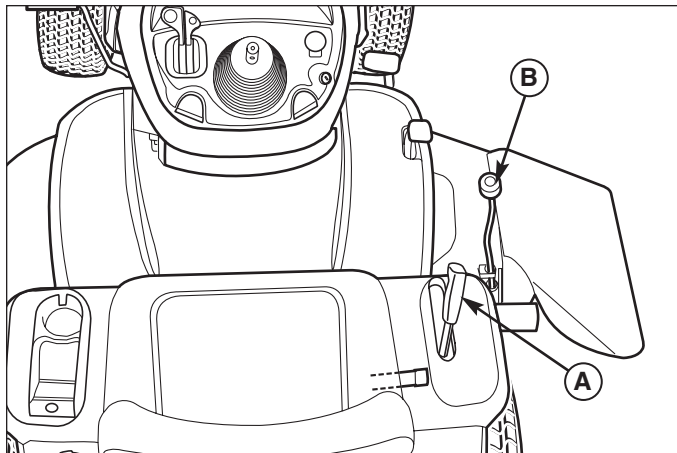

Figura 7. Sollevamento ed abbassamento del tagliaerba
2. Portare il tagliaerba nella posizione di taglio più bassa usando il regolatore altezza del tagliaerba (B, Figura 7 o 8).
3. Portare la leva di sollevamento degli accessori nella posizione più bassa (A, Figura 7 o 8).
2. Portare il regolatore altezza del tagliaerba (B, Figura 7) nella posizione di taglio più bassa. Portare la leva di sollevamento del tagliaerba (A) nella posizione più bassa. Far scorrere la base del tagliaerba sotto il lato destro del trattore di modo che il sollevatore risulti allineato con il sollevatore anteriore del trattore.
La leva di sollevamento del tagliaerba (A, Figura 7) viene usata per abbassare la base sulla posizione di taglio o sollevare la base sulla posizione di trasporto.
La manopola di regolazione dell'altezza di taglio (B, Figura 7) controlla l'altezza di taglio del tagliaerba. L'altezza di taglio è regolata all'infinito tra 3,8 e 10 cm (1,5 e 4 pollici). Girare la manopola in senso orario per sollevare la base ed in senso antiorario per abbassarla.